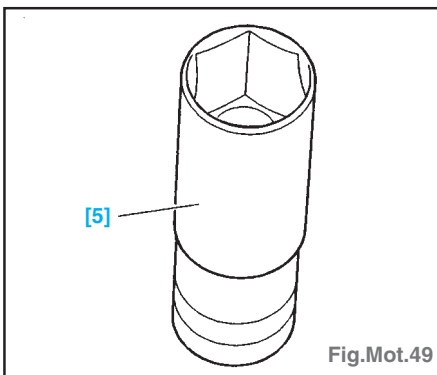

Fig.Mot.49
- Outils nécessaires (Fig.Mot.49) :